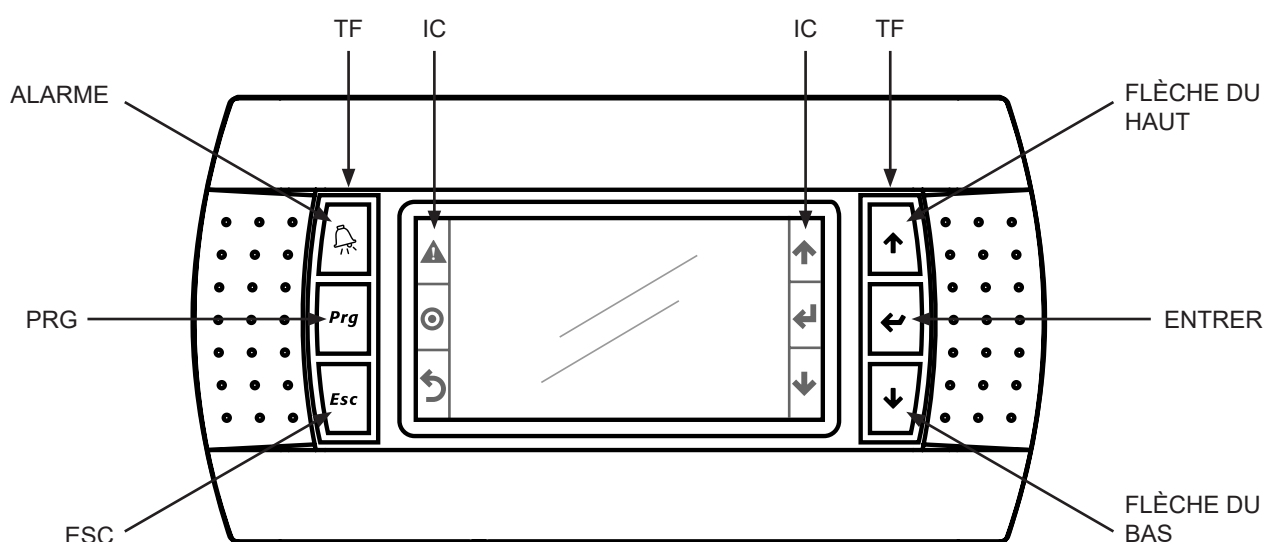

Figure 14
- 9.10 Le panneau à distance (A2) se compose d'un écran central et de touches latérales physiques 3+3: à gauche de l'écran se trouvent les touches "ALARME", "PRG", "ESC", à droite les touches "FLÈCHE VERS LE HAUT", "ENTRER", "FLÈCHE VERS LE BAS". Voir la Figure 14. La fonction des touches TF physiques est explicitée par les icônes IC correspondantes sur l'écran.